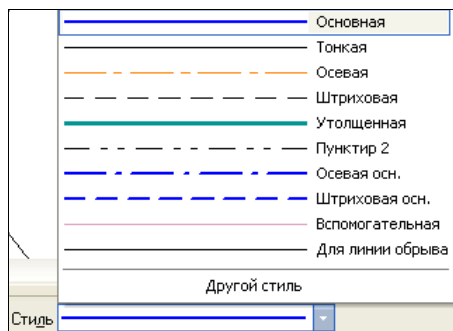

Рис. 9.3. Развернутый список стилей на Панели свойств
- ◆ вызовите команду, например, **Окружность**. Чтобы изменить стиль, на Панели свойств разверните список **Стиль**, нажав ЛК мыши черный треугольник (рис. 9.3).